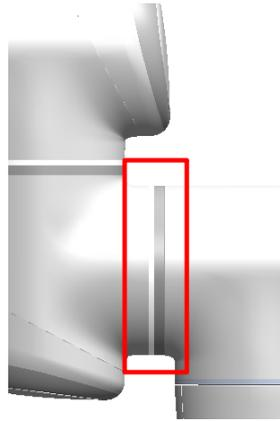

图 1-7：移动环
5. 将白色过渡环滑动到位，并将灰色橡胶固定环放回过渡环的顶部，如图 1-7 所示。